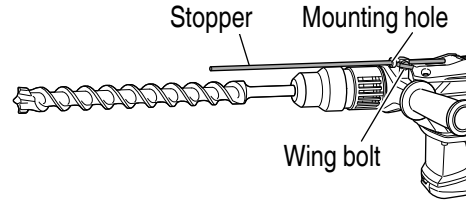

Fig. 29
5. Install the stopper (**Fig. 29**)